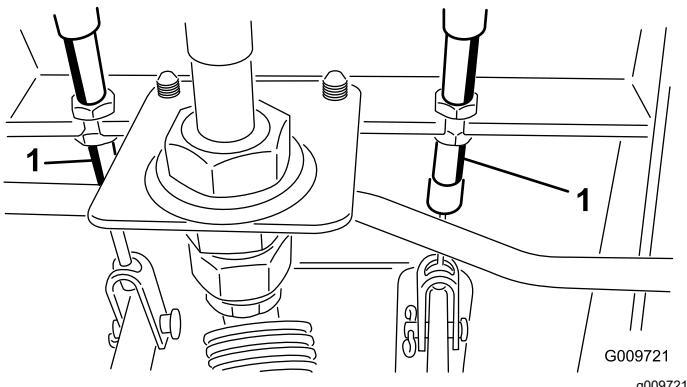

Figure 75
- A. Desserrez l'écrou avant sur l'extrémité filetée du câble de frein (Figure 75).